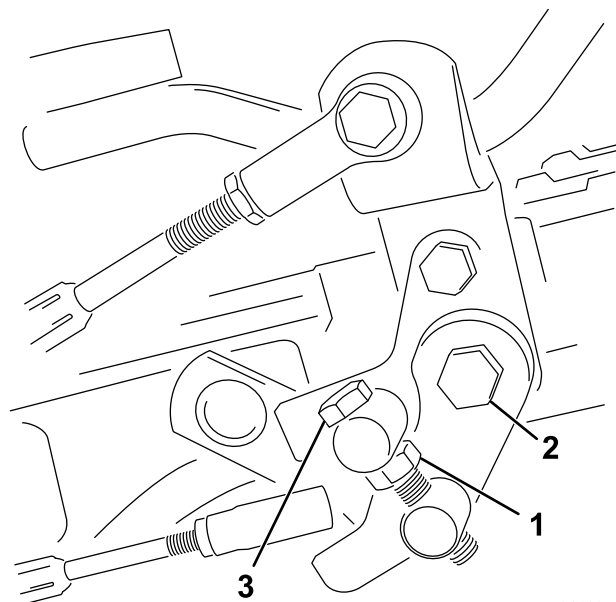

図 49
1. トラニオンボルトのジャムナットをゆるめる（図 49）。
4. トラニオンボルトのジャムナット、およびペダルピボットのナットを締め付けて調整を固定する（図 49）。調整を確認し、必要に応じて再調整する。